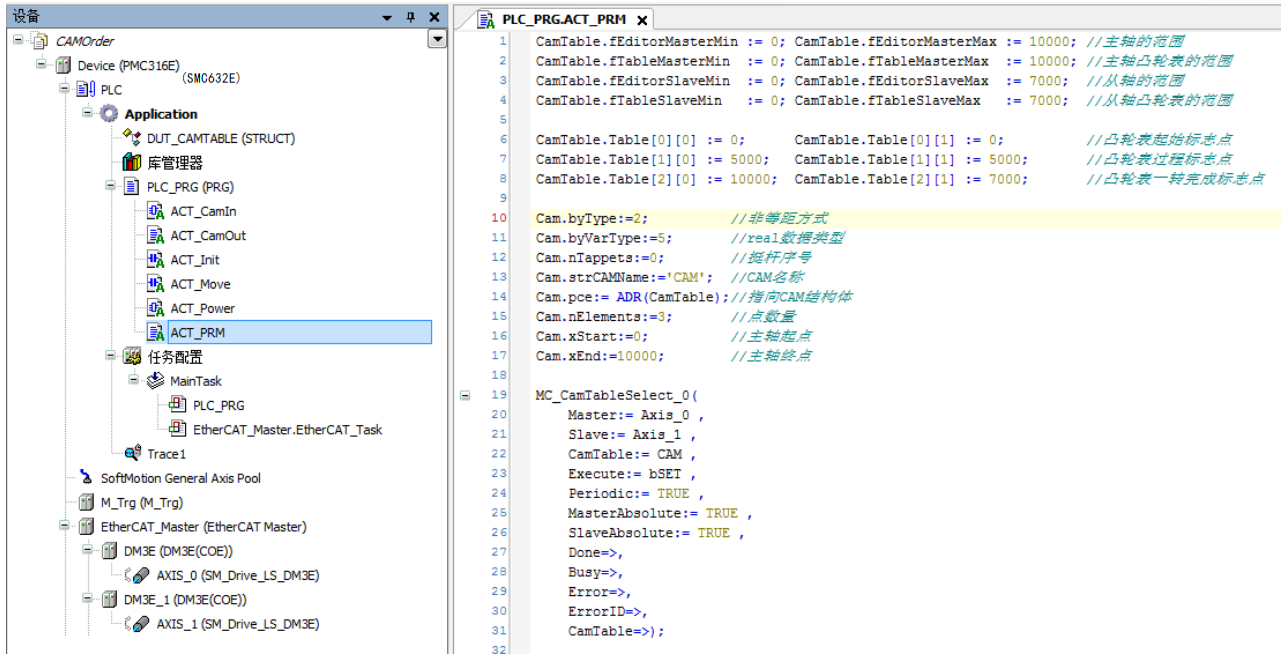

图 6.23 配置凸轮表数据
- 2) 右击工程设备栏中的“PLC_PRG”，选择“添加对象”-“动作”，命名为 ACT_PRM 并打开，添加表 6.3 相应的凸轮表参数，如图 6.23 所示；